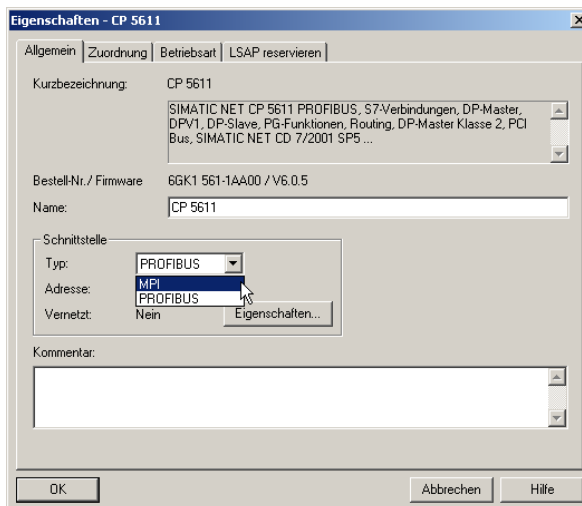

Bild 2-8 Objekteigenschaften CP 5611 – Schnittstellentyp auf MPI umstellen
3. Wählen Sie im Feld *Schnittstelle* in der Auswahlliste *Typ* die Option *MPI* an (siehe Bild 2-8).